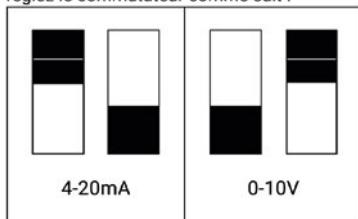

Figure 1
- (2) Sélecteur de canal : Tournez le commutateur jusqu'à ce qu'il soit sur le canal que vous souhaitez configurer.
- (3) Sélecteur d'entrée : Permet de basculer entre les signaux 0-10V et 4-20mA (voir Fig. 1).
Le réglage des commutateurs pour obtenir le résultat souhaité est illustré à la Figure 1.